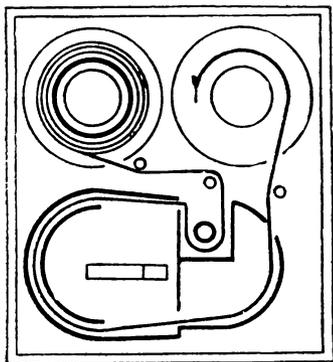

Рис. 6
- отмотать приблизительно 60 см видеоленты, вставить ее в ЛПМ (рис. 6) и закрепить в приемной катушке;